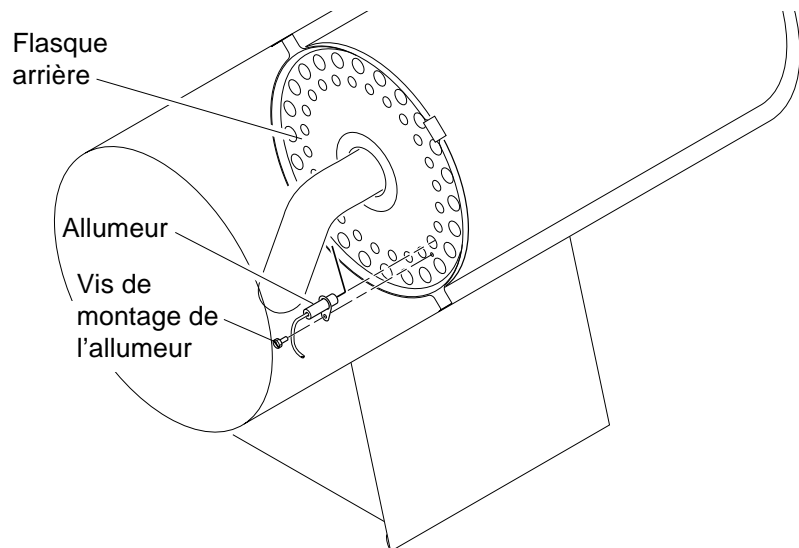

Figure 12 - Retrait de la vis de montage de l'allumeur
3. Retirer la vis de montage de l'allumeur par le flasque arrière, à l'aide d'une clé à douille ou d'un tournevis standard (voir la figure 12).